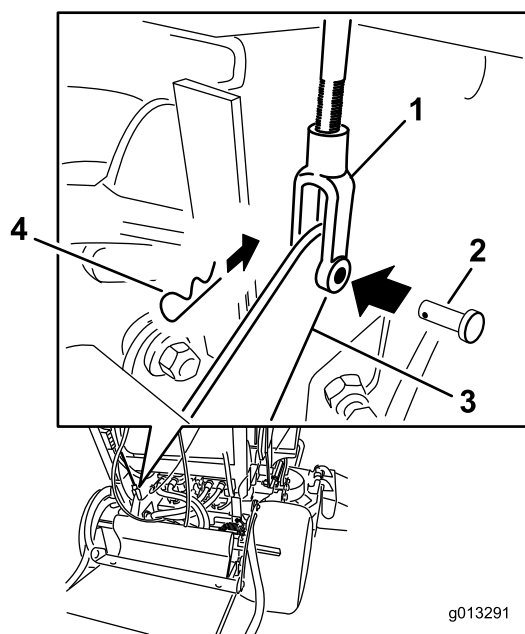

Figura 60
4. Para ajustar el freno, retire el pasador y la chaveta de la palanca de freno inferior y la horquilla (Figura 60).
7. Sujete la horquilla a la palanca de freno inferior con el pasador y la chaveta (Figura 60).